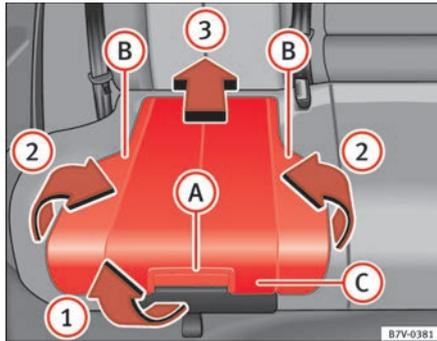

Abb. 30 Integrierter Kindersitz: Sitzpolster aufstellen.
- Sitzpolster am Entriegelungshebel ⇒ Seite 53, Abb. 30 **A** in Pfeilrichtung ⇒ Seite 53, Abb. 30 **1** nach vorn ziehen.
- Beide Seiten ⇒ Seite 53, Abb. 30 **B** in Pfeilrichtung ⇒ Seite 53, Abb. 30 **2** nach oben klappen.
- Sitzpolster ⇒ Seite 53, Abb. 30 **C** in Pfeilrichtung ⇒ Seite 53, Abb. 30 **3** nach hinten drücken, bis es einrastet.